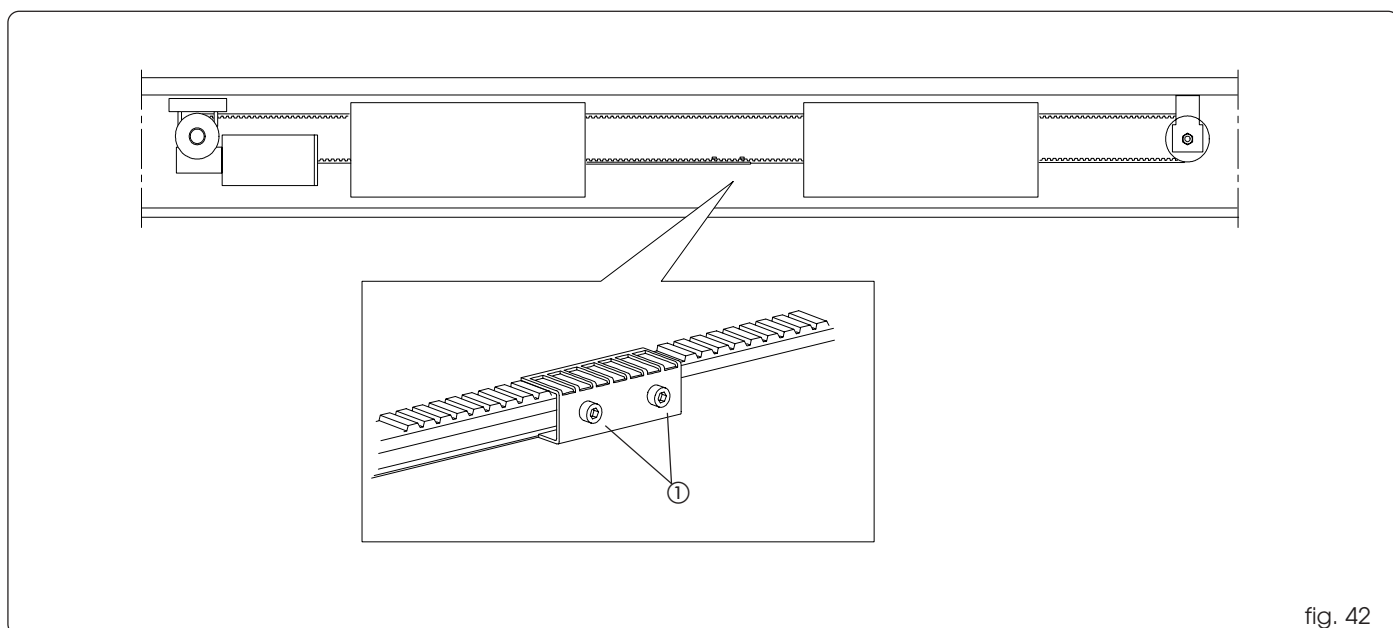

fig. 42
- Allentare le due viti (fig. 42 rif. ①) che vincolano il giunto cinghia all'asta di movimentazione (su entrambi i carrelli in caso di anta doppia).